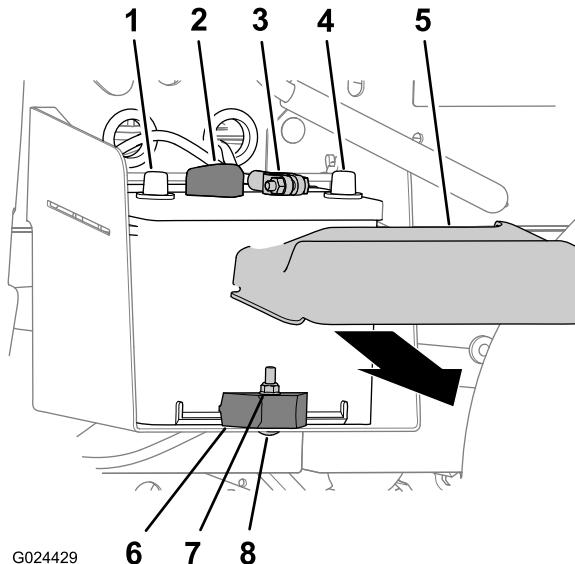

Figura 49
1. Aperte os lados da cobertura da bateria e retire a cobertura da parte superior da bateria (Figura 49).
2. Desligue o cabo negativo da bateria do terminal da bateria (Figura 49).
3. Desligue o cabo positivo da bateria do terminal da bateria (Figura 49).
2. Retire a porca de bloqueio, o parafuso de carroaria e o grampo da bateria que fixa a bateria ao tabuleiro da bateria (Figura 49).
3. Retire a bateria do tabuleiro da bateria (Figura 49).
1. Alinhe a bateria com o tabuleiro da bateria da máquina (Figura 49).
Nota: Certifique-se de que os pinos positivo e negativo da bateria estão alinhados conforme indicado na Figura 49.
2. Fixe a bateria ao tabuleiro da bateria com o grampo da bateria, o parafuso de carroaria e a porca de bloqueio (Figura 49).
1. Ligue o cabo positivo da bateria ao terminal da bateria (Figura 49).
2. Ligue o cabo negativo da bateria ao terminal da bateria (Figura 49).
3. Coloque a tampa da bateria na parte superior da bateria (Figura 49).